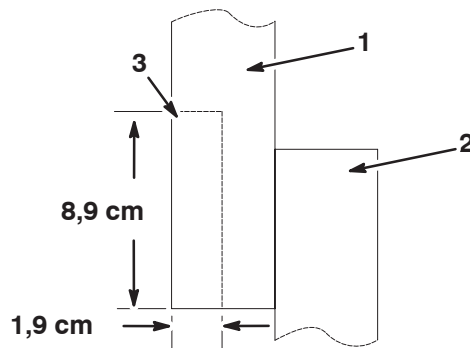

Figure 15
8. Si vous possédez un ancien modèle, vous devrez couper l'ensemble de maintien pour laisser de l'espace pour le flexible (Fig. 15).